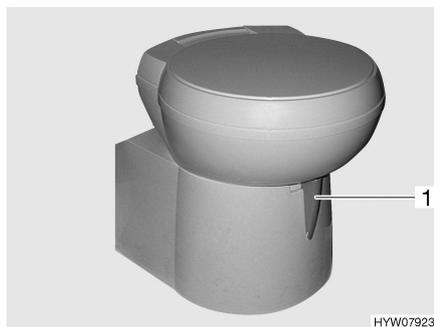

Bild 110 Thetford-Toilettenschüssel (schwenkbar)
- Vor dem Spülen den Schieber der Thetford-Toilette öffnen. Dazu den Schieberhebel (Bild 110,1) entgegen dem Uhrzeigersinn schieben.
- Den Schieberhebel (Bild 110,1) im Uhrzeigersinn drehen. Der Schieber wird geschlossen. Zum Entleeren **muss** in der Thetford-Toilette der Schieber geschlossen sein.